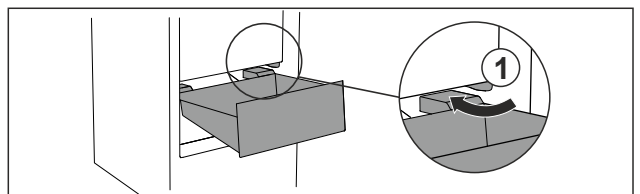

Fig. 27
- ▶ Lade schuin rond de stoppers Fig. 27 (1) leiden.